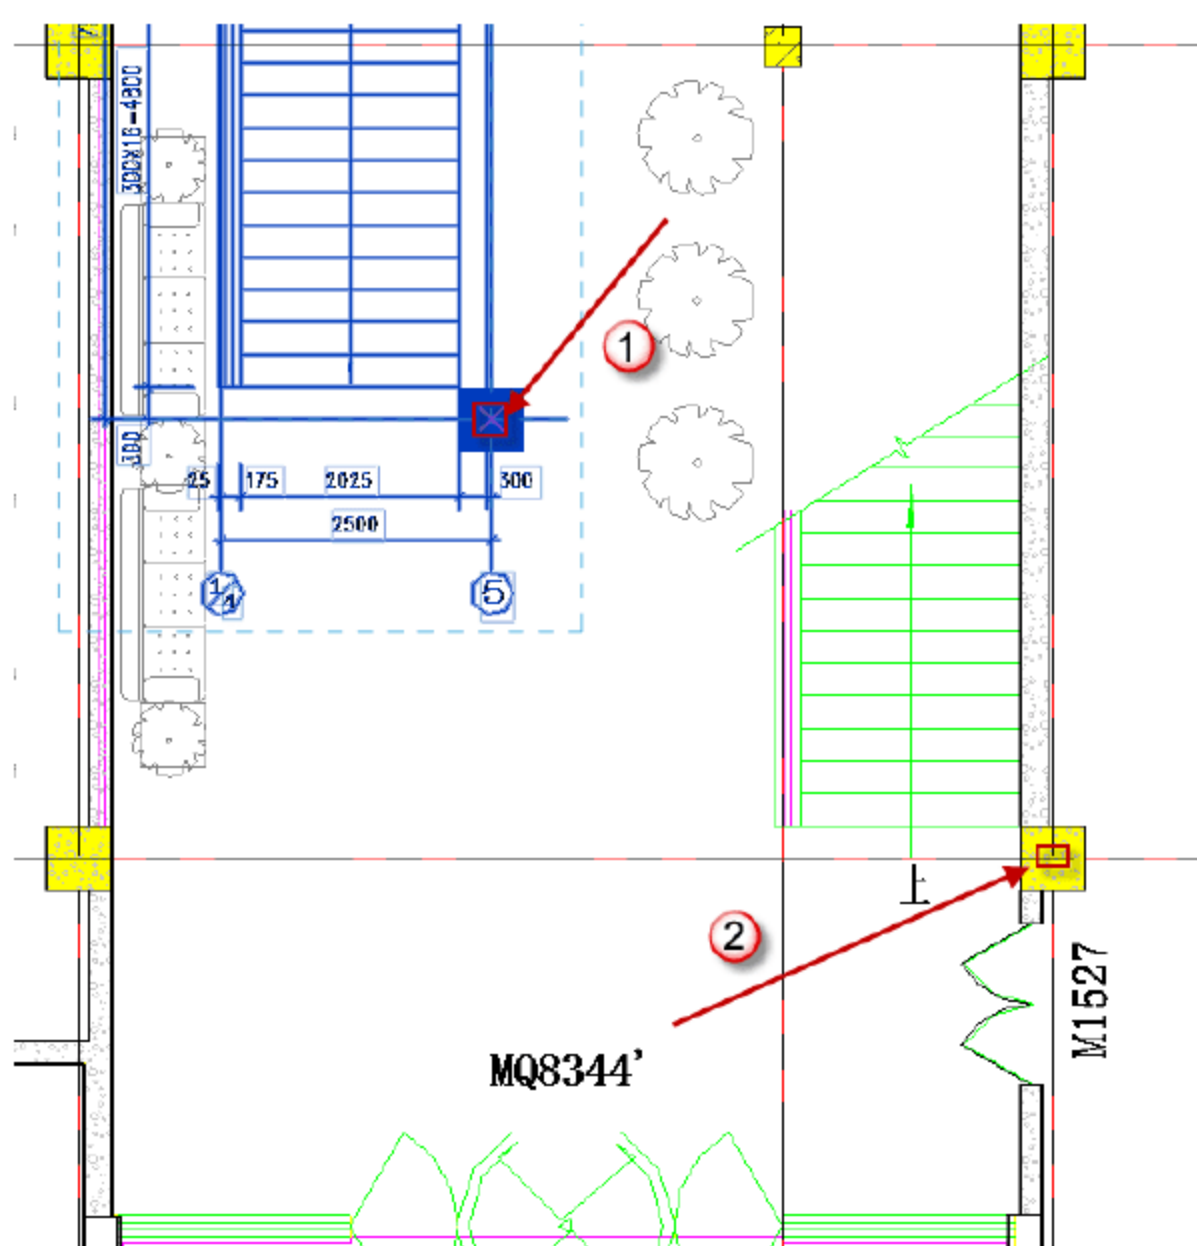
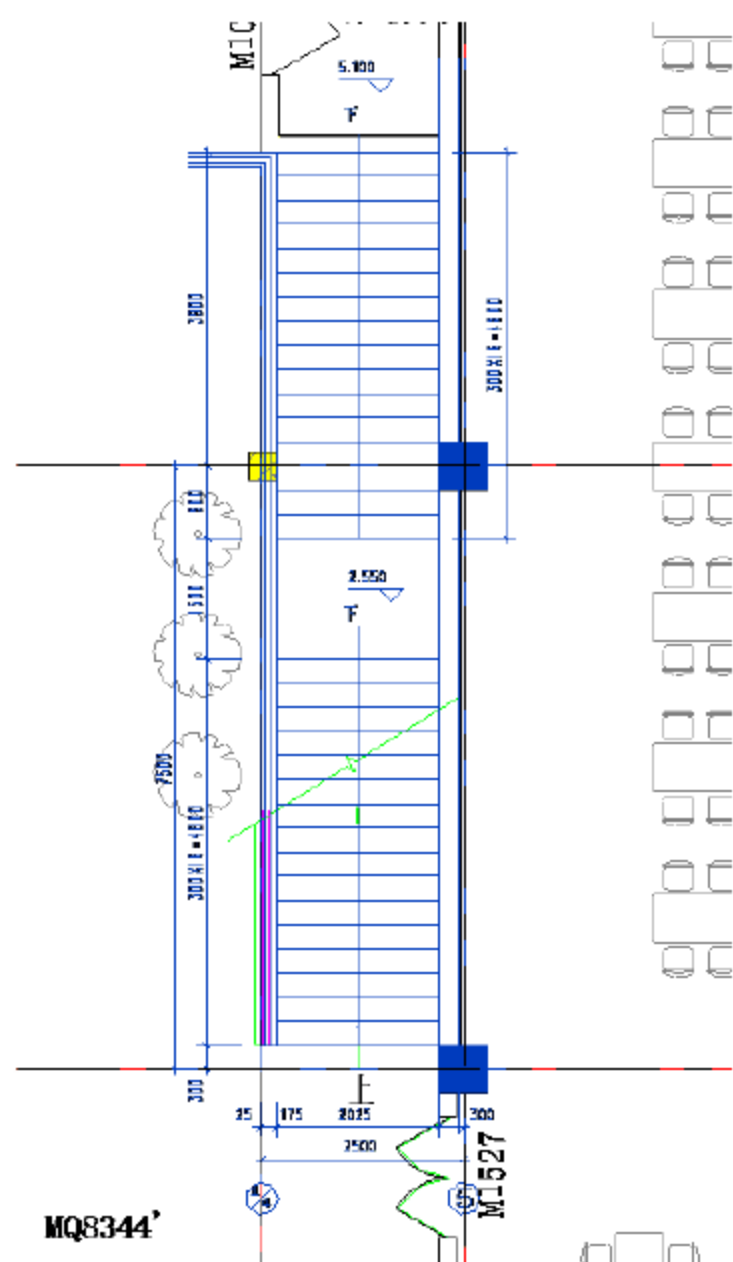

图 10.5.23 捕捉CAD图的端
图 10.5.24 CAD图成功对齐放入后的效果图
(2) 对齐 CAD 图。选择导入的 CAD 图，按快捷键 M+V，移动光标捕捉 CAD 图中“1”与“2”点对齐，如图 10.5.23 所示。CAD 图与原结构对齐并且放入成功后，效果如图 10.5.24 所示。